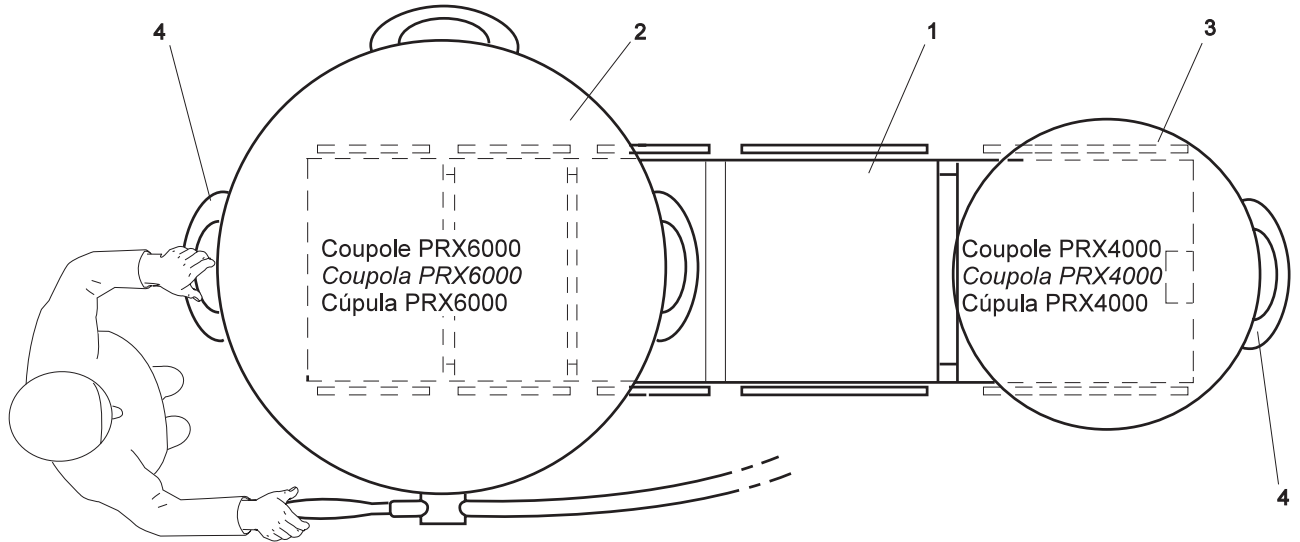

FIG. 10.1 VUE DE DESSUS DE L'ÉCLAIRAGE ET DE LA TABLE D'OPÉRATION
Les coupoles peuvent être manipulées, grâce aux poignées extérieures (4) conçues à cet effet. Les rotations libres de 360° autour de l'axe principal d'accrochage sont là pour faciliter ces macromanipulations (Fig. 10.1).
The cupolas can be handled using the peripheral handles (4). Macro handling is facilitated by the lights ability to rotate 360° around the main axis (Fig. 10.1).
Las cúpulas pueden manipularse gracias a las empuñaduras exteriores (4) diseñadas para este efecto. Las rotaciones libres de 360° alrededor del eje principal de enganche están diseñadas para facilitar estas macromanipulaciones (Fig. 10.1).